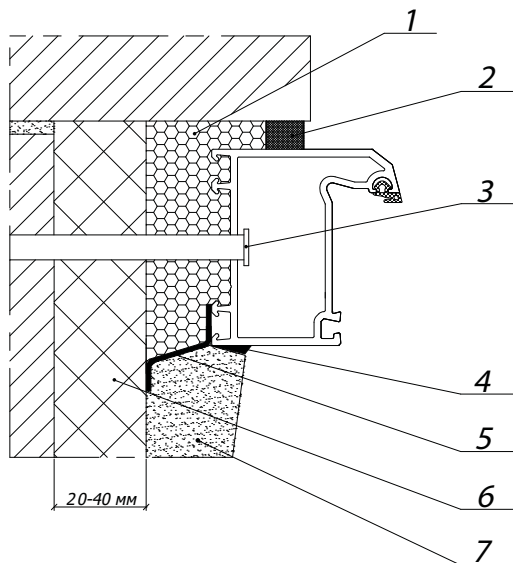

Рисунок 5.1 Узел бокового примыкания оконного блока к проему с четвертью в стене из кирпича, с отделкой внутреннего откоса штукатурным раствором
1. При замене оконных блоков в эксплуатируемых помещениях или при отсутствии проектного решения коробку нового оконного блока не рекомендуется перемещать. В однородной (однослойной) ограждающей конструкции и др. возможных случаях рекомендуется дополнительное утепление откоса согласно рис. 5.1. В слоистых стенах с эффективным утеплителем рекомендуется размещение оконного блока в зоне утеплительного слоя.